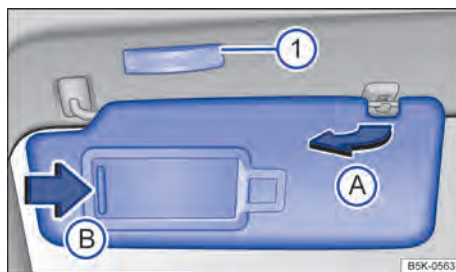

Fig. 82 Parasol. ▶
- Retirar el parasol con cuidado del soporte sujetando la base de fijación y girar en la dirección de las puertas → fig. 82 A).
En el parasol plegado hacia abajo se encuentra un espejo de cortesía atrás de una cubierta. Al abrir la cubierta → fig. 82 B) se enciende una luz ①.